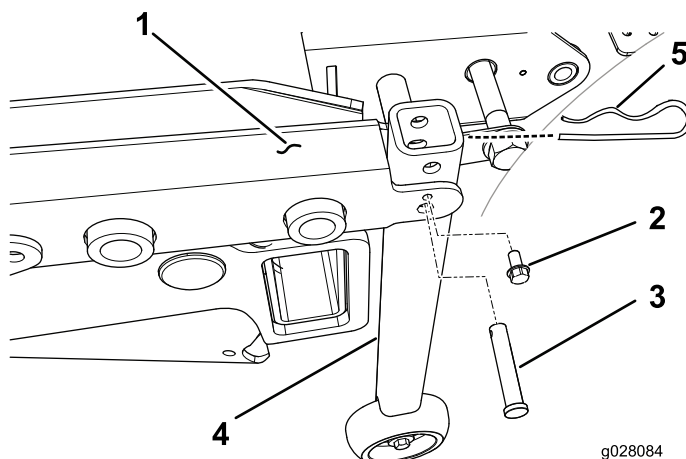

Рисунок 32
2. На тяговых блоках с серийными номерами менее 312999999 установите опорный узел вертикальной трубы на каждый задний угол рамы деки с помощью штифта с отверстием под шплинт и самонарезающего винта 1/4 дюйма (Рисунок 32).